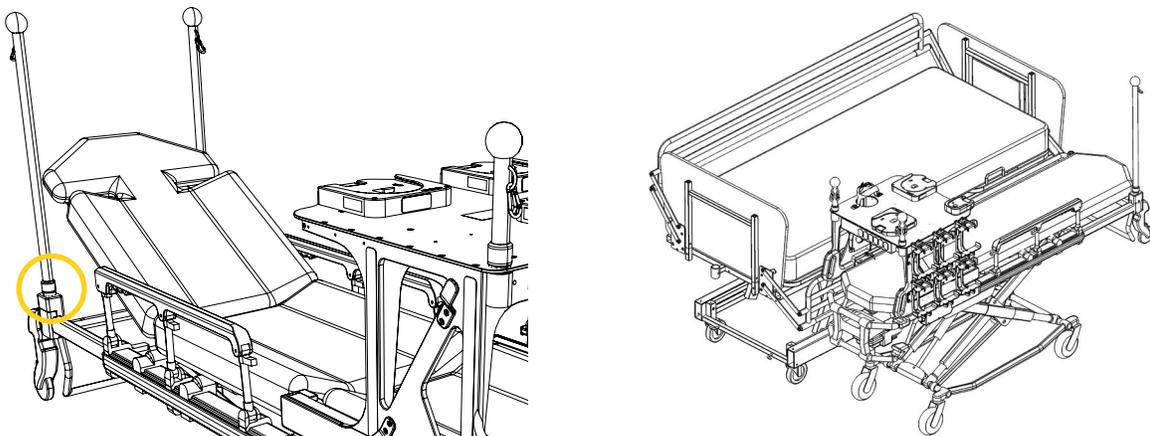

Figure 8: Retrait de la barre de poussée côté tête du patient
5. Localiser la barre de poussée située entre le lit et la civière côté tête du patient, puis tourner le collet du bloc d'ancrage barre de poussée XTPA-PPXT environ un quart de tour dans le sens antihoraire pour desserrer (Figure 8 A).
6. Tirer la barre de poussée vers le haut tout en tournant doucement la barre pour la retirer (Figure 8 B). Mettre la barre de poussée de côté, temporairement.